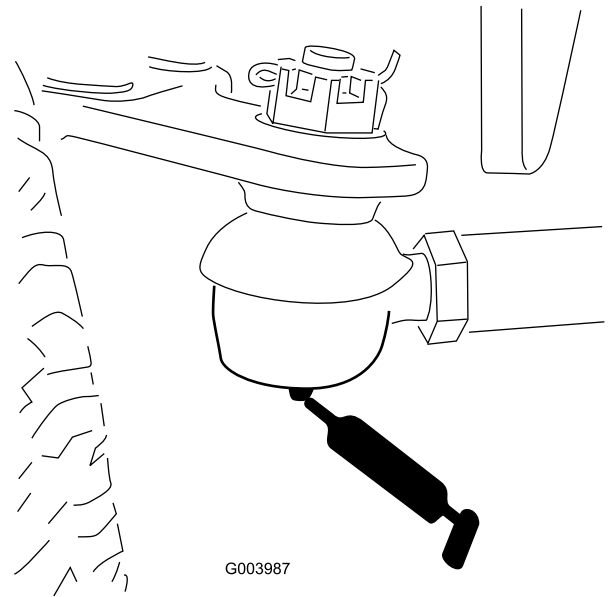

Figura 55
- Barra de ligação do eixo traseiro (2) (Figura 55)